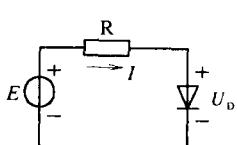

图 1.9 题1.1电路图
2. 在如图1.9所示电路中，当电源 $E=5\text{V}$ 时，测得 $I=1\text{mA}$ 。若把电源电压调整到 $E=10\text{V}$ ，则电流的大小将 2mA。若保持 $E=5\text{V}$ 不变，当温度为 20°C 时测得二极管电压 $U_D=0.7\text{V}$ ；当温度升到 40°C 时，则 U_D 的大小将 0.7V。(大于、小于)